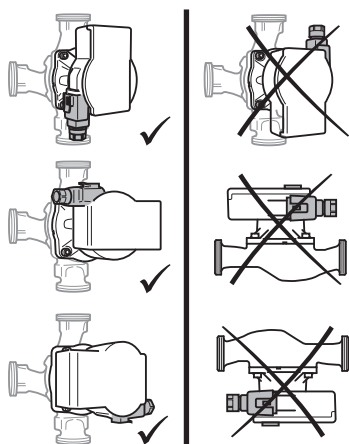

Fig. 2: Einbaulagen
- Einbauort entsprechend der zulässigen Einbaulage (Fig. 2) auswählen.
- Zulässige Einbaulage (Fig. 2) der Pumpe beachten, gegebenenfalls Motorkopf (2+6) drehen.
- VORSICHT! Leckagewasser kann das Regelmodul beschädigen! Obere Absperrarmatur seitlich ausrichten, so dass kein Leckagewasser auf das Regelmodul (6) tropfen kann.**